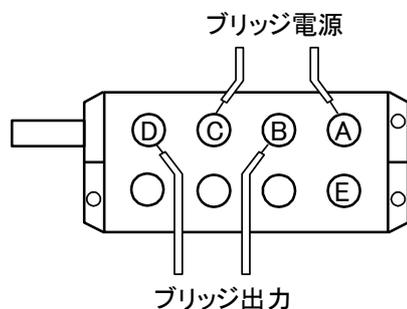

図 4-2 ブリッジボックスの結線
- B) ひずみを測定するためのブリッジで、ひずみゲージは種々の接続法が用いられます。これらの接続法は、4-2頁「ひずみゲージによるブリッジ構成例」を参照してください。またブリッジボックスを中継して各種の変換器を使用する場合には図4-2のように接続してください。